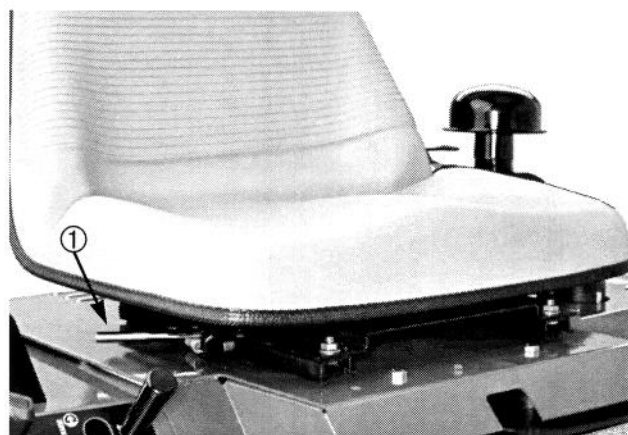

Figure 9
**Levier de réglage du siège** (Fig. 9)—Situé à droite du siège, il permet de régler le siège en avant ou en arrière, en fonction du confort de l'utilisateur.